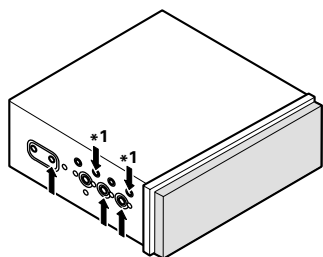
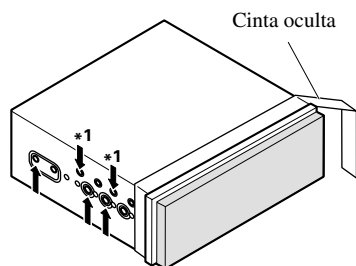
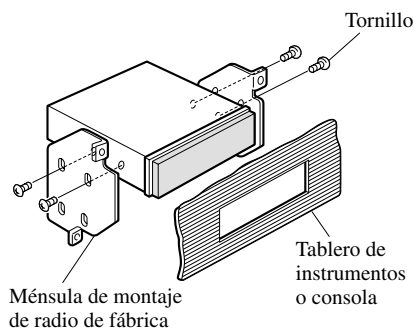

Fig. 18
Fig. 19
Fig. 20
- Fijación de este producto a la ménsula de montaje de radio de fábrica. (Fig. 18) (Fig. 19) (Fig. 20)